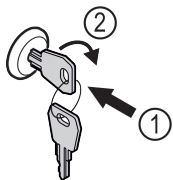

Fig. 122
- ▶ Włożyć kluczyk. Fig. 122 (1)
- ▶ Przekręcić kluczyk o 90° w prawo. Fig. 122 (2)